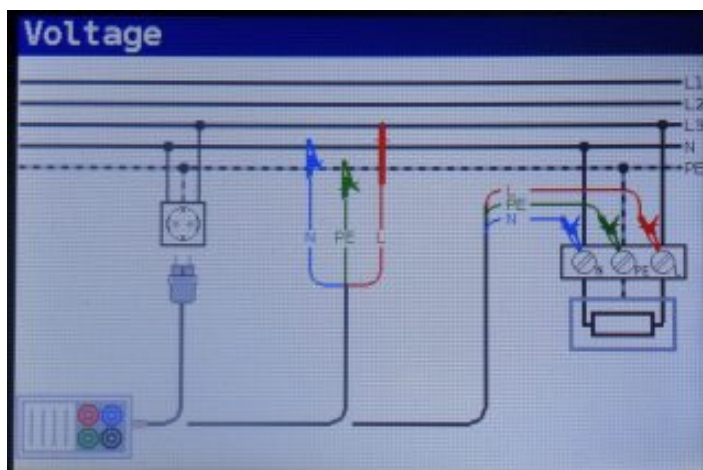

Abbildung 5-44: Anschlussplan
Schritt 2 Schließen Sie das Prüfkabel an das VOLTcraft IST an und folgen Sie dem Anschlussplan in Abbildung 5.44, um eine Spannungs- und Frequenzmessung durchzuführen.